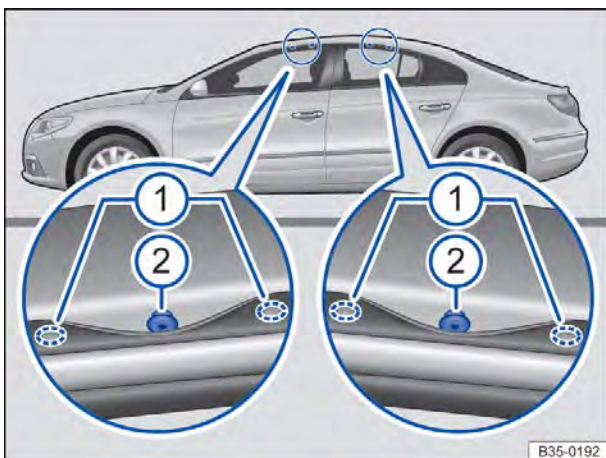

Fig. 104 Abaixo das vedações de borracha da porta dianteira e traseira: pontos de fixação para os suportes de base
De cada lado do veículo há duas marcações sobre as vedações de borracha da porta, tanto na frente como atrás ⇒ Fig. 104 ①.